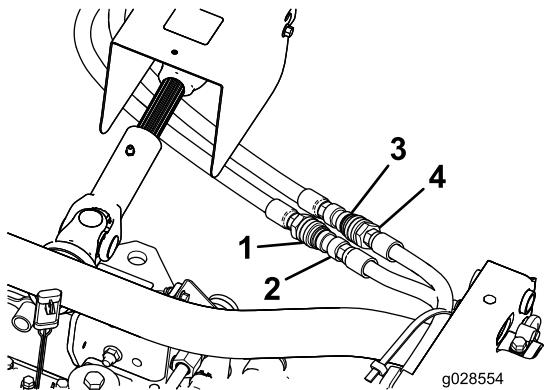

Bild 6
1. Schrauben Sie die Schnellkupplung mit Außengewinde auf den Schlauch (3/8" x 79-1/2"), wie in **Bild 6** abgebildet, und ziehen Sie die Kupplung bis auf 37-45 Nm an.
2. Schrauben Sie die Schnellkupplung mit Innengewinde auf den Schlauch (3/8" x 56-1/2"), wie in Bild 6 abgebildet, und ziehen Sie die Kupplung bis auf 37-45 Nm an.